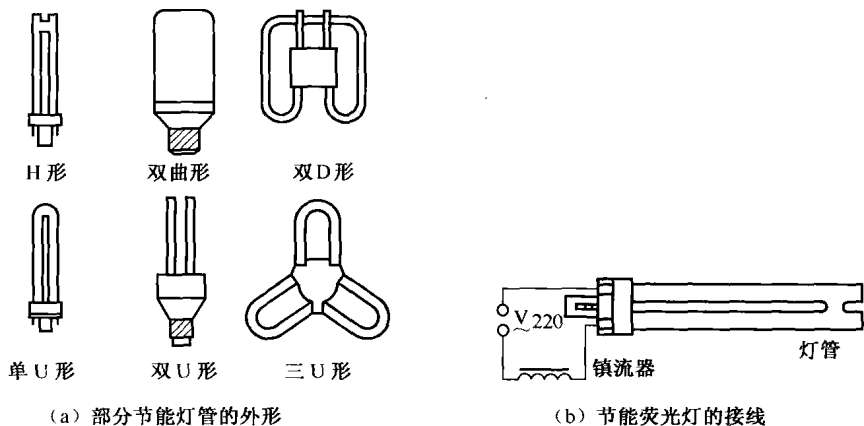

图 1-9 节能荧光灯
b. 节能灯。节能灯是采用特殊的三基色荧光粉制成的新颖节能电光源，已形成多种管形和功率规格的系列产品，常见的有 H 形、U 形灯管等，如图 1-9 (a) 所示。
节能荧光灯一般将启辉器接在灯管内部，使外部接线十分简单，如图 1-9 (b) 所示。